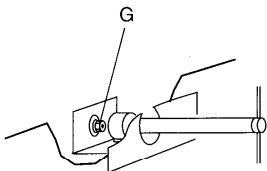

Fig. 13
- Enlever l'injecteur G (fig. 13) et le remplacer par celui adapté au nouveau type de gaz (Voir tableau des injecteurs Tab. 1).